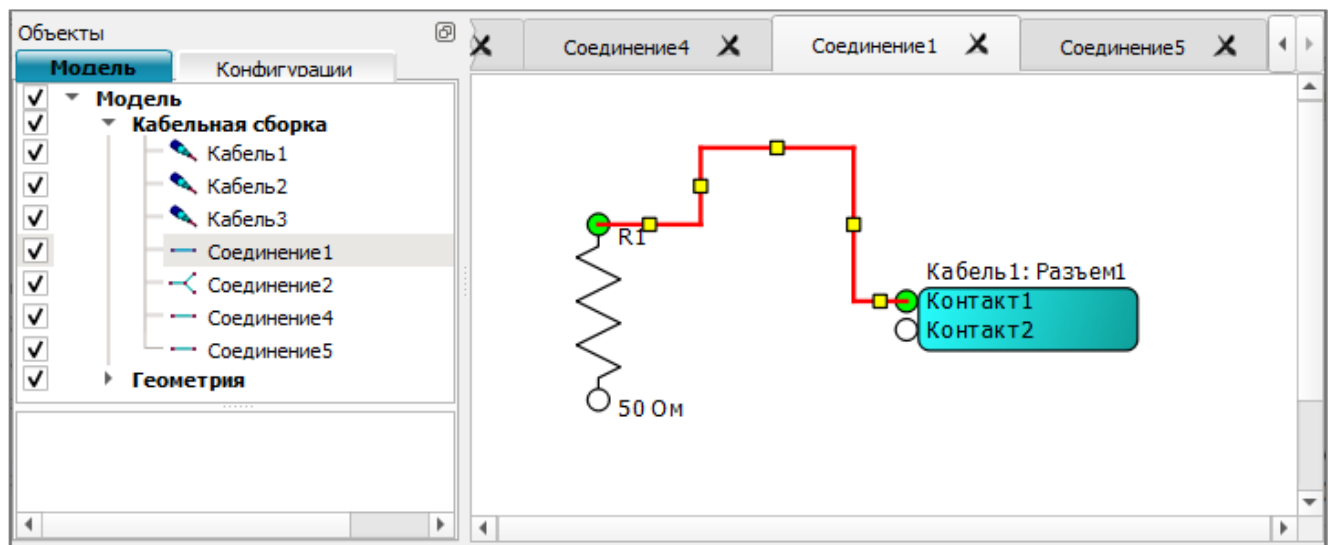

Рис. 75
5) для удаления связи подвести к линии курсор и щелкнуть левой кнопкой мыши. Линия связи будет выделена красным цветом (рис. 75). Нажать клавишу «Delete».